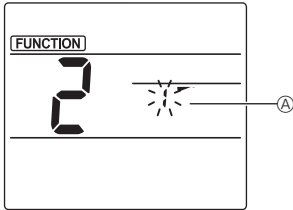

Fig. 3-2
- Het waaiernummer selecteren (Fig. 3-2)